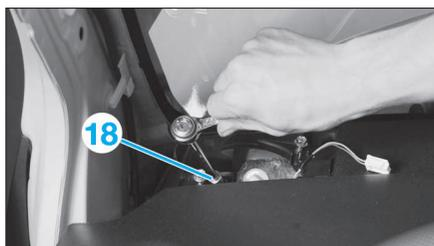

FIG. 50
• Déposer de chaque côté, à l'emplacement des haut-parleurs, la vis de fixation (18) (Fig.50 et 51).